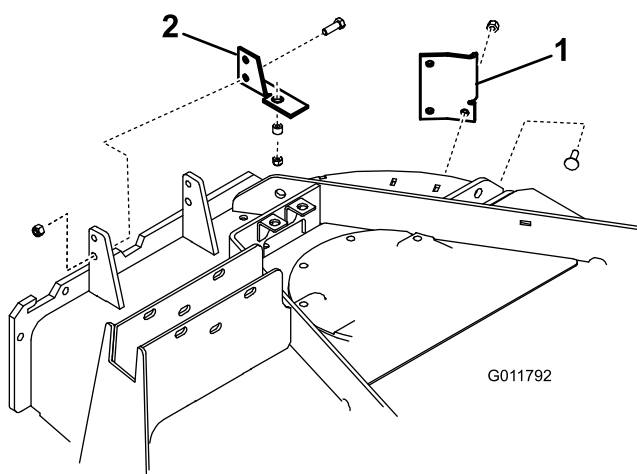

Figura 15
20. Montate la staffa di ancoraggio nell'angolo posteriore destro dell'elemento di taglio con (3) bulloni a testa tonda da 5/16 x 1 poll. e dadi di bloccaggio. Collocate la staffa come illustrato in Figura 15. Le teste dei bulloni devono essere posizionate all'interno dell'elemento di taglio.
21. Fissate la staffa di montaggio del copricinghia all'interno della staffa orientabile del deflettore dell'erba anteriore usando (2) viti a testa cilindrica da 5/16 x -1 poll. e dadi di bloccaggio da 5/16 poll. Collocate la staffa come illustrato in Figura 15. Le teste dei bulloni devono essere posizionate all'interno dell'elemento di taglio.